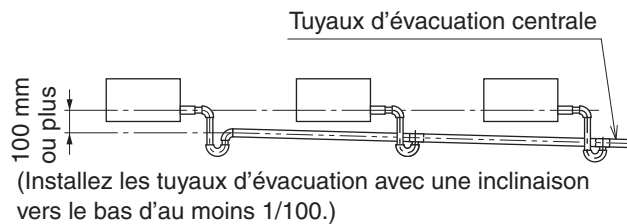
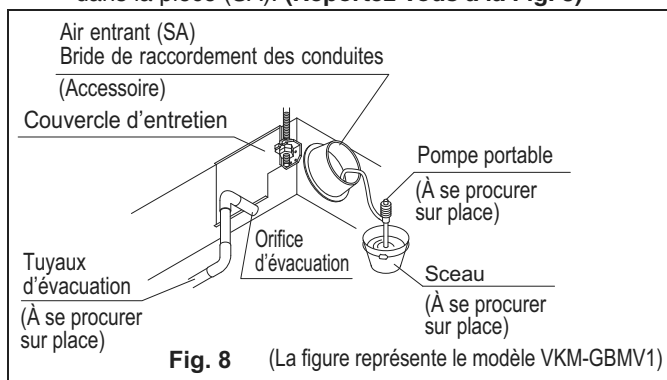

Fig. 7-2
Fig. 8 (La figure représente le modèle VKM-GBMV1)
- En cas d'utilisation de tuyaux d'évacuation centrale, suivez la procédure indiquée sur la figure 7-2.
**(2) La pose des tuyaux terminée, vérifiez que l'évacuation s'effectue régulièrement.**
- Testez l'évacuation en versant environ 1000 cc d'eau dans le bac d'évacuation à travers le regard, en démontant le couvercle d'entretien (10 vis), ou à travers le raccord des conduites extérieures d'aspiration d'air dans la pièce (SA). (Reportez-vous à la Fig. 8)